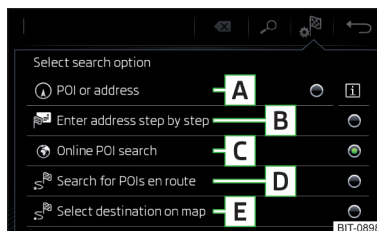

Fig. 215
Suprafețe de comandă funcției » fig. 215
- Apoi atingeți suprafața de comandă funcții a uneia dintre opțiunile de meniu pentru căutarea destinației **A**, **C** sau **D** » fig. 215 la pagina 186.
- ▶ Apoi atingeți suprafața de comandă funcții  → **E** » fig. 215 la pagina 186.